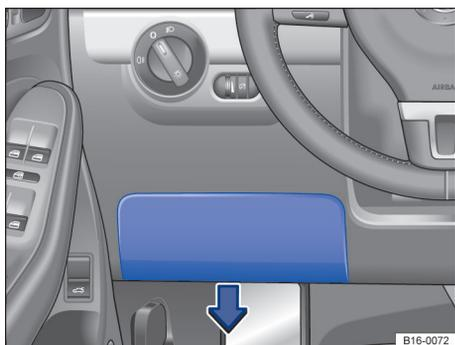

Fig. 192 Tapa de la caja de fusibles en el tablero de instrumentos del lado del conductor.
- Tire de la parte inferior de la tapa en el sentido de la flecha ⇒ fig. 192 y desmonte la tapa hacia abajo.
- Para **montarla**, introdúzcala desde abajo en el tablero de instrumentos y presiónela en el sentido contrario al de la flecha ⇒ fig. 192 hasta que el bloqueo encastre de forma audible.